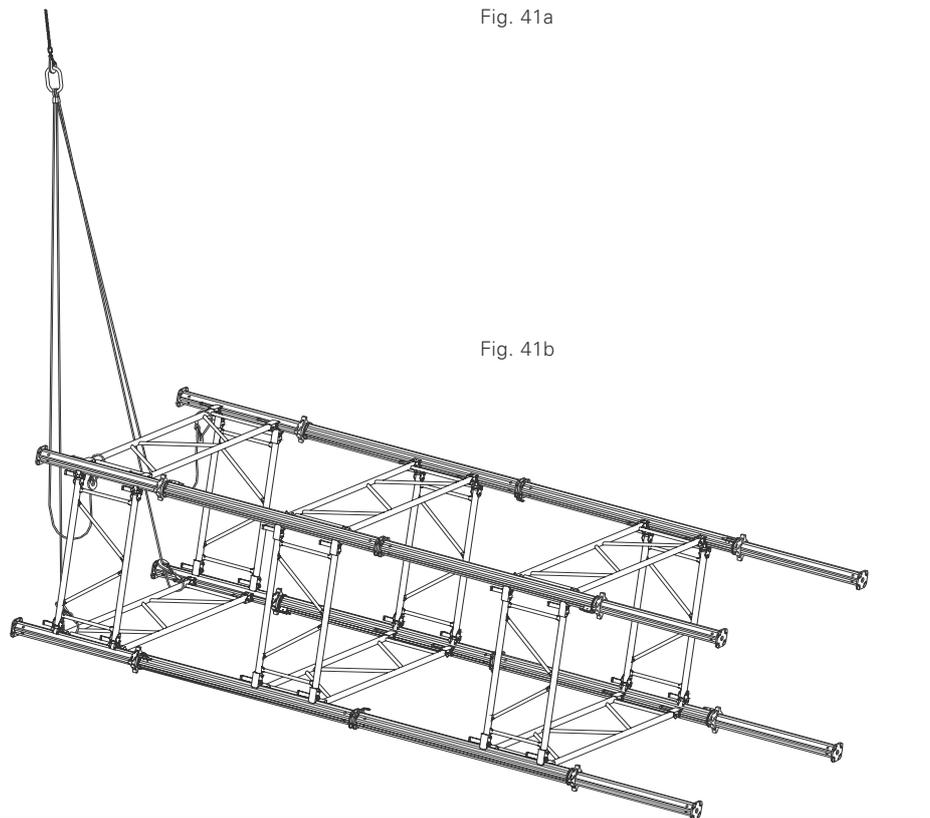

Fig. 41b
3. Demontering av MULTIPROP tårnet. (Fig. 41b)